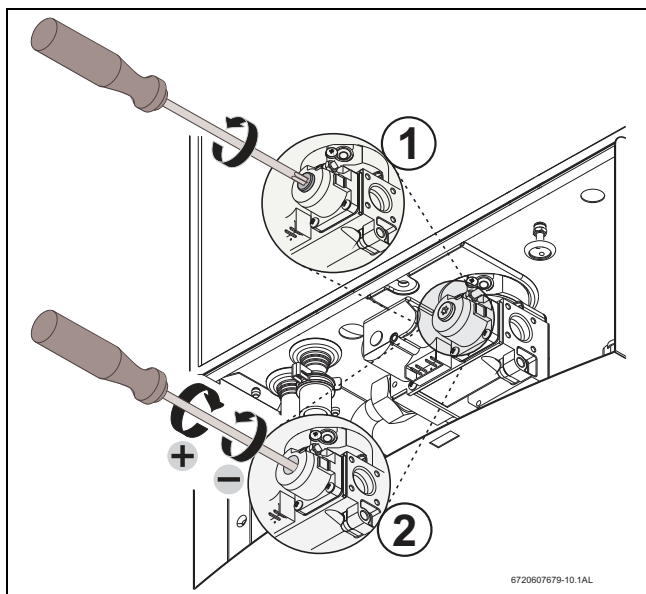

Рис. 20 Регулировка уровня P2 CO₂
- ▶ Снимите окрашенную в желтый цвет крышку винта Torx № 40 со звездообразной головкой с передней панели газового крана (рис. 20, поз.1). Откроется пластиковый винт Torx № 40 со звездообразной головкой.